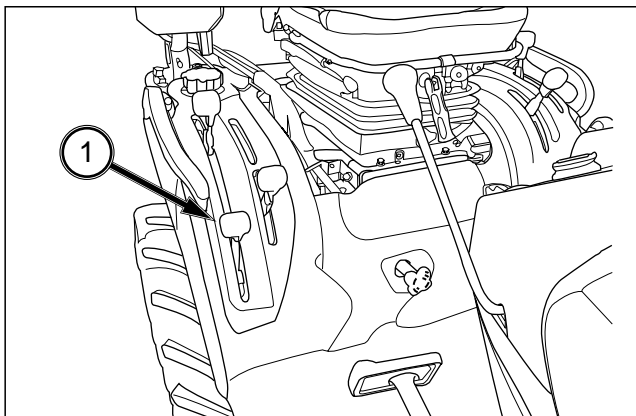

FIG. 4-8
FIG. 4-8 : Les modèles à quatre roues motrices présentent un essieu avant à entraînement mécanique. L'engagement et le désengagement de l'essieu avant est commandé par le levier (1), sur le côté droit du tracteur.